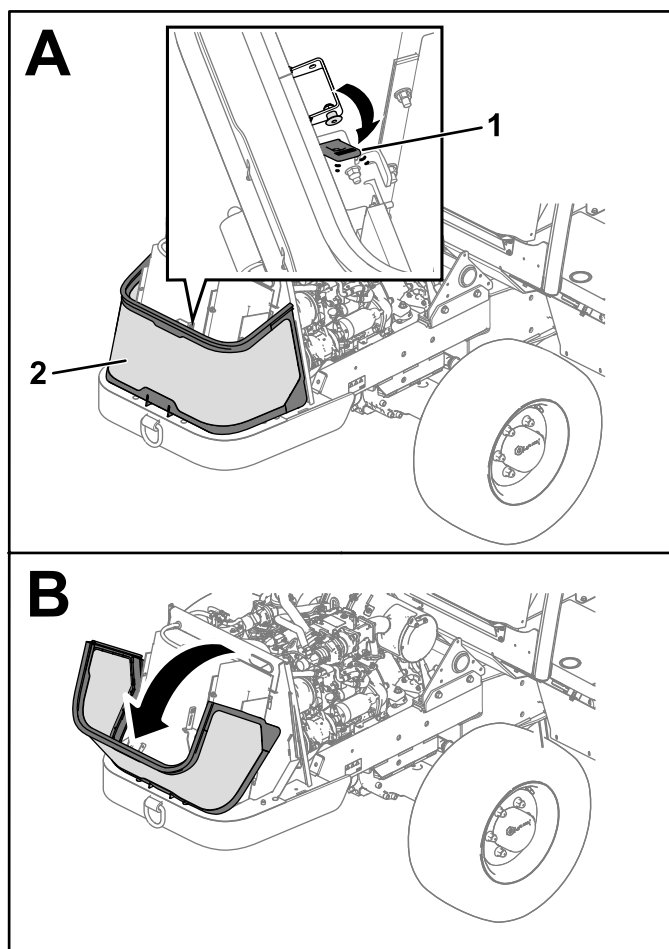

図 111
2. 前スクリーンのストラップを外してスクリーンを下げる 図 111。